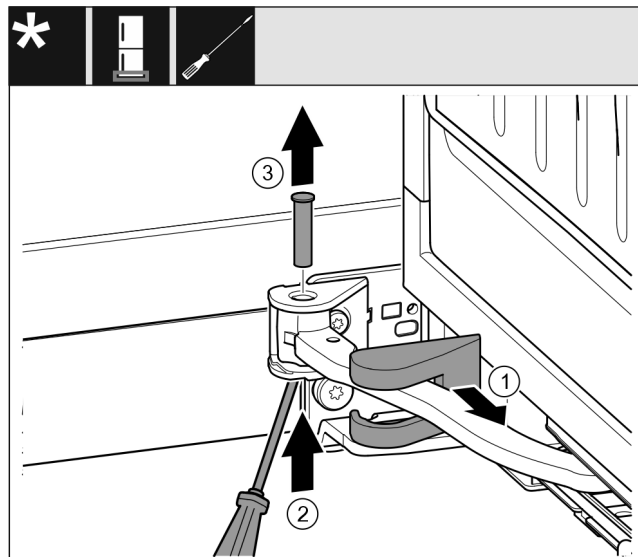

Fig. 14
- Retirer le cache du support de palier Fig. 14 (1) et le déplacer le long de la jointure.
- Soulever l'axe Fig. 14 (2) par le bas avec un tournevis.
- Retirer l'axe Fig. 14 (3) par le haut.